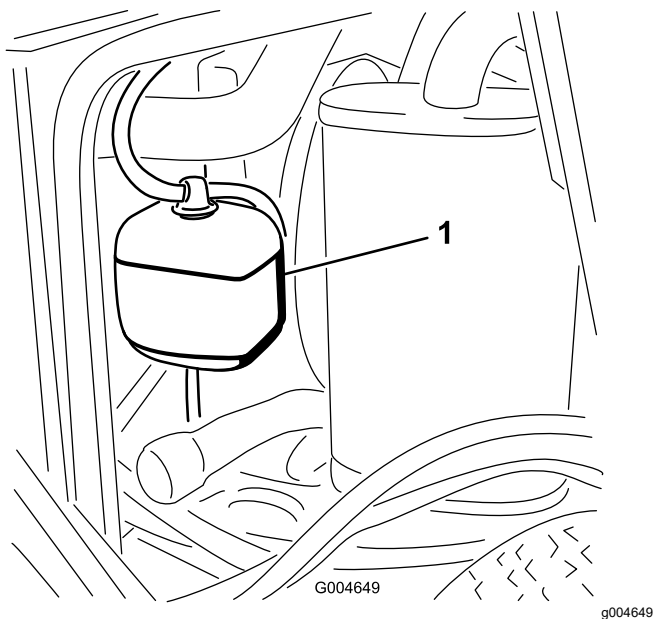

Figure 44
1. Vérifiez le niveau du liquide de refroidissement dans le vase d'expansion (Figure 44).